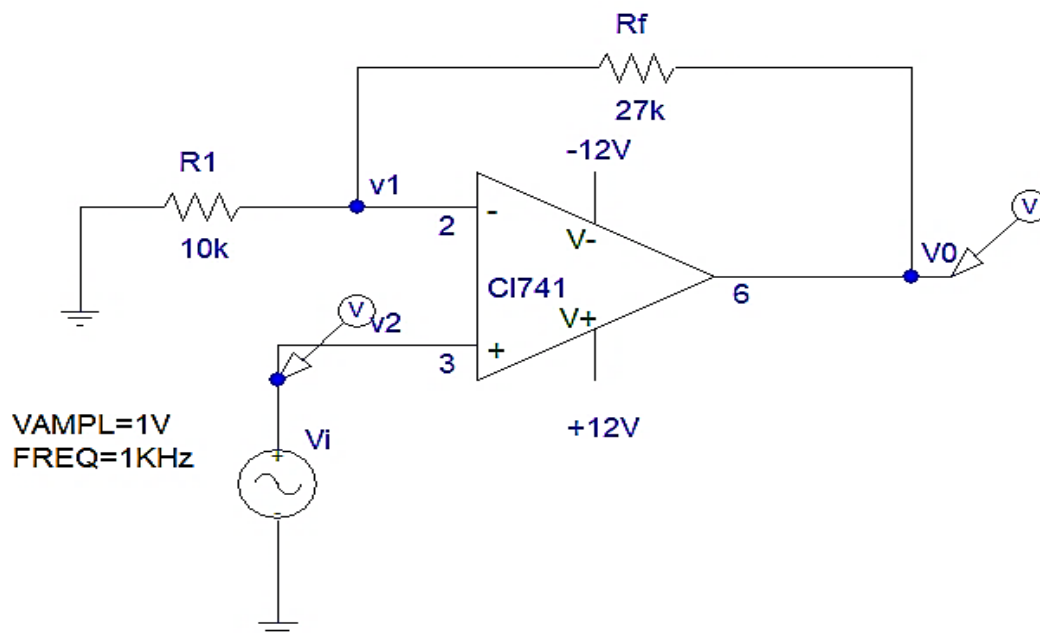

Figura 01: Circuito Amplificador Operacional Não Inversor.
4.1 Monte o circuito da figura 01 na protoboard
4.6 Substitua o resistor  $R_f$  da figura 01 por um potenciômetro de  $100k\Omega$ . aumente a resistência desse potenciômetro para valores especificados, meça o sinal de saída  $v_o$  e anote. Qual o efeito da inserção do potenciômetro no circuito?